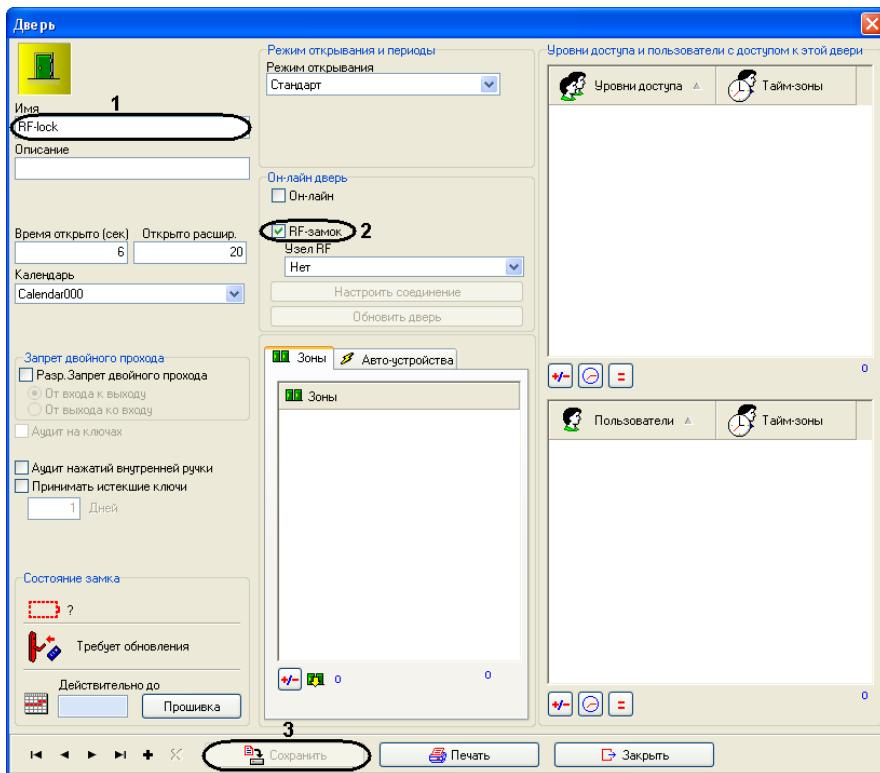

Рис. 3.2—14 Настройка беспроводного замка
4. Установить флагок **RF-замок** (см. Рис. 3.2—14, 2).